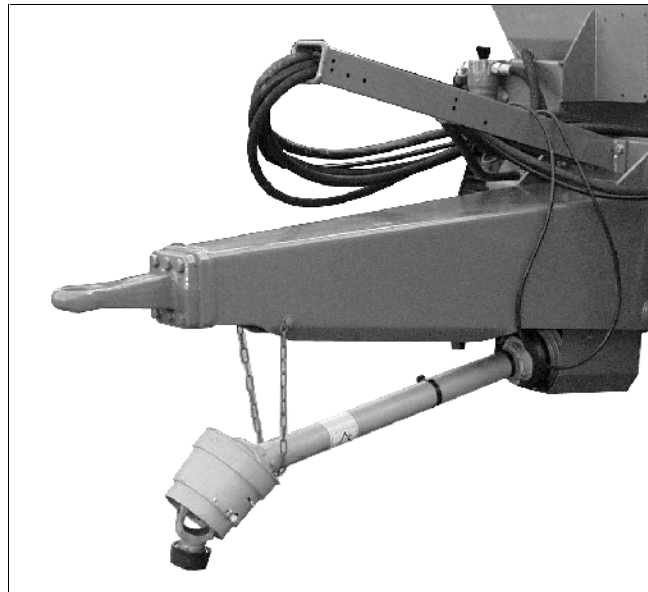

Fig. 17
3. Die Schutzrohre der Gelenkwelle sind mit Halteketten (Fig. 17) versehen, die am Schlepper und am **ZG-B** zu befestigen sind. Die Sicherungsketten verhindern das Mitdrehen der Schutzrohre bei laufender Gelenkwelle. Halteketten so an den vorgesehenen Bohrungen einhängen, dass ausreichender Schwenkbereich der Gelenkwelle in allen Betriebsstellungen gewährleistet ist und die Schutzrohre während des Betriebes nicht mitdrehen.